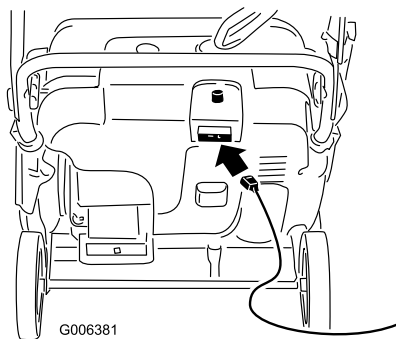
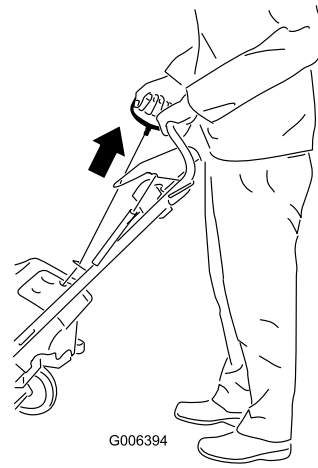

Bild 14
Bild 15
4. Stecken Sie ein Verlängerungskabel in eine Steckdose und in die Schneefräse und drücken Sie die Elektrostartertaste (nur Modell 38577) (Bild 14) oder ziehen Sie am Rücklaufstartergriff (Bild 15).